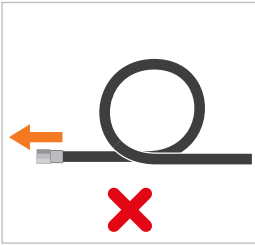

Figure 11
- ▶ Évitez la formation de boucles et évitez de tirer le flexible de pression par une boucle (Figure 11).